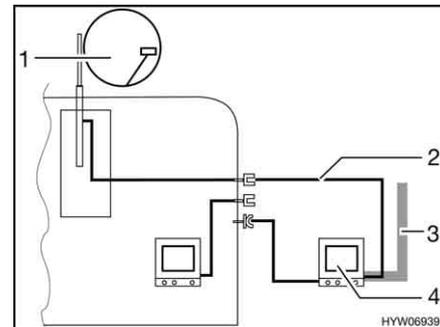

Fig. 124 TV en el área bajo el toldo
- TV en el área bajo el toldo (Fig. 124,4): Conexión a la antena del techo (Fig. 124,1) con el cable de conexión (Fig. 124,2)
- TV en el área bajo el toldo (Fig. 124,4): Conexión a antena externa (Fig. 124,3)